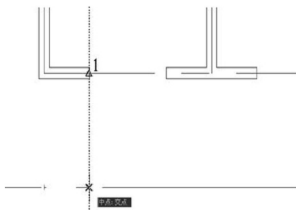

图 3.39 在辅助线上确定第二条尺寸界线的起点
② 在指定第二条尺寸界线原点：提示下，如图 3.39 所示，捕捉①轴线和窗洞口左侧的交点（1 处），但不单击，将光标轻轻地向下拖至辅助线上，出现交点捕捉后单击，将该点作为线性标注的第二条尺寸界线的起点。